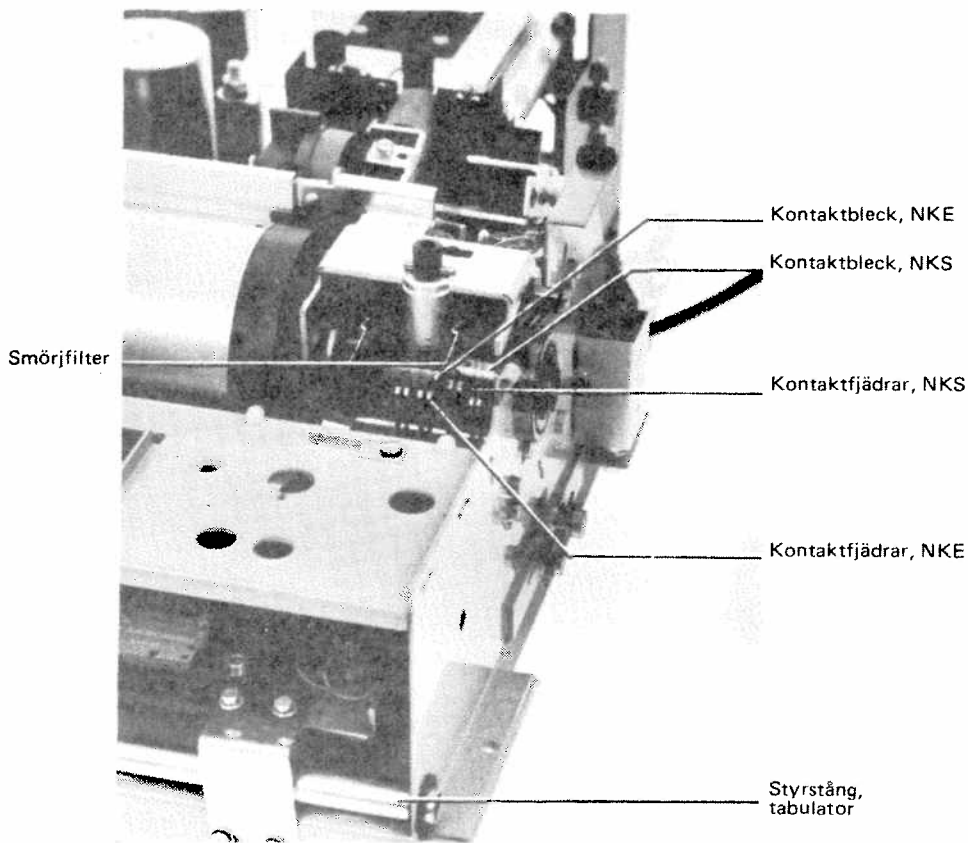

Bild 6. Kamkontakterna NKS och NKE
3.1.12 Rengör kamkontakterna NKS och NKE kontaktbleck och kontaktfjädrar med sprit 35, se bild 6.